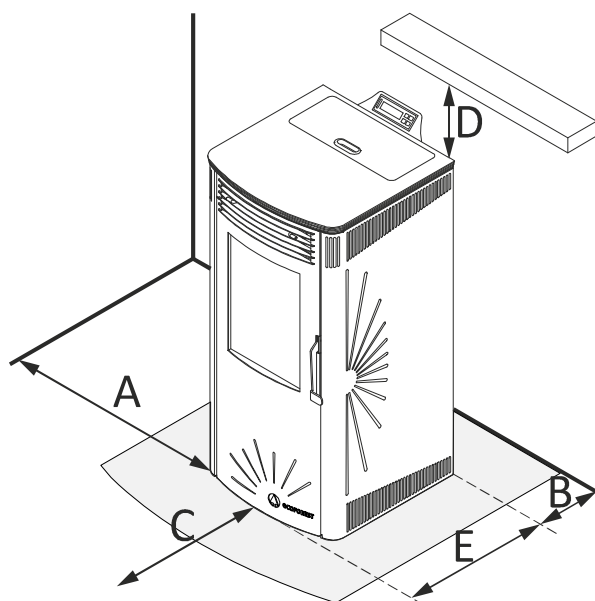

Figura 4
- 4.21.** Verifichi gli spazi tra la stufa, il combustibile e qualunque tipo di materiale infiammabile, controlli nella *figura 4*.